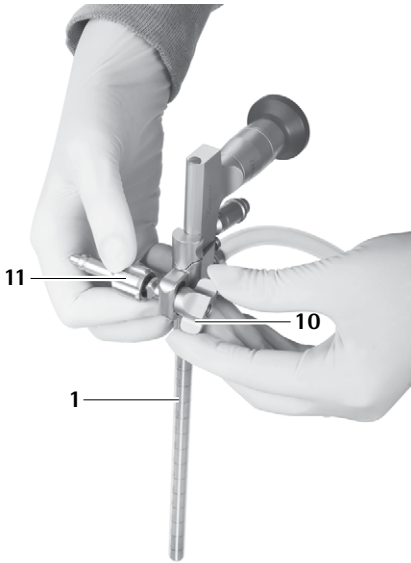

Abb. 19
- Flügelmutter **10** aufschrauben bis Haltearmadapter **11** fixiert ist, siehe Abb. 19. MINOP InVent-Trokar **1** ist für die Adaption am Haltearm bereit.